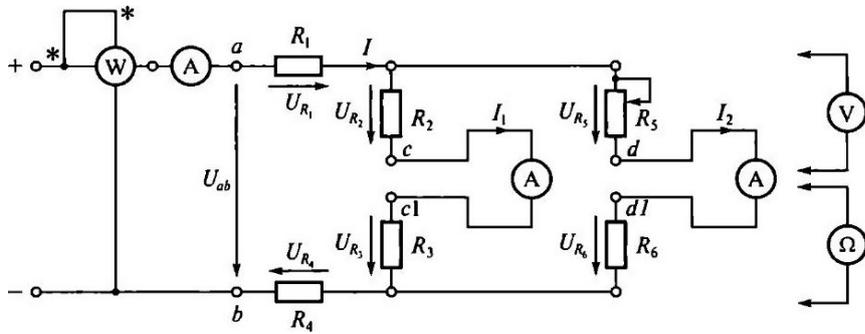

Рис. 3.1. Схема ЭЦ для проверки 1-го правила Кирхгофа
3.2. Записать в протоколе испытаний применительно к ЭЦ, показанной на рис. 3.1, выражения для закона Ома, 1-го и 2-го правил Кирхгофа, баланса мощностей.
5.2. Записать в протоколе испытаний применительно к ЭЦ, показанной на рис. 3.1, выражения ш-ш закона Ома, 1-го и 2-го правил Кирхгофа, баланса мощностей.
5.3. В табл. 3.4 даны значения сопротивлений ЭЦ, приведенной на рис. 3.1. Напряжение питания  $U_{ab}$  задается преподавателем.